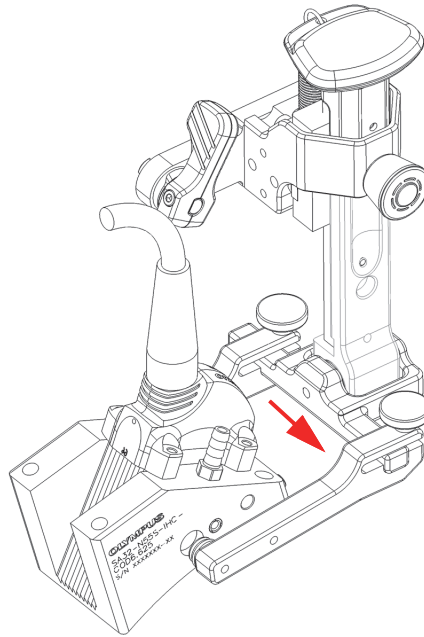

图 2-18 滑动轭臂
1. 拧松轭臂的拇指螺钉，然后向外滑动一个轭臂，使其达到轭臂旋转梁的端部位置（参见第48页的图 2-18）。